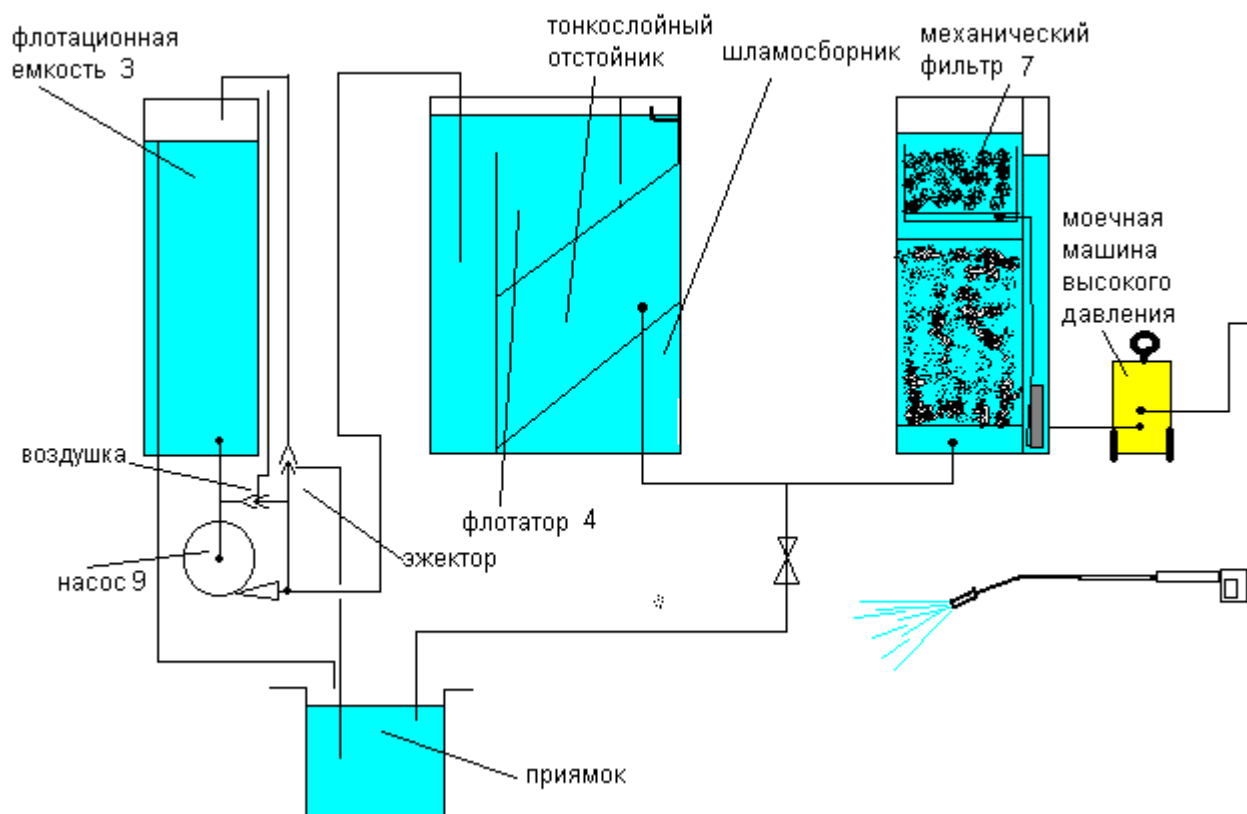

Рис. 6.1.
6.1. Принципиальная схема установки УКО-1 приведена на рис. 6.1.